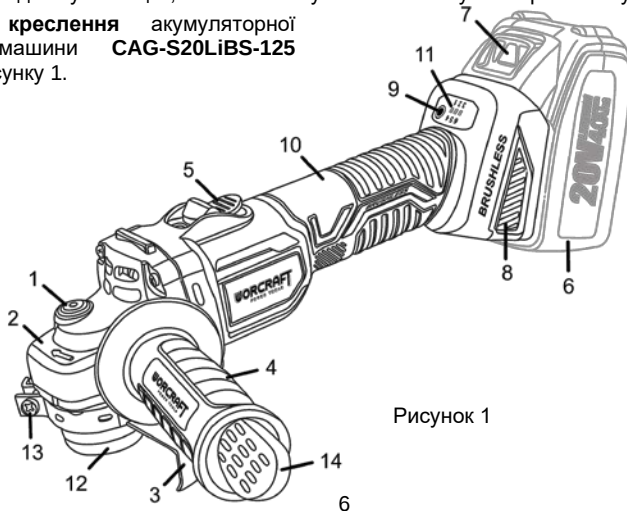
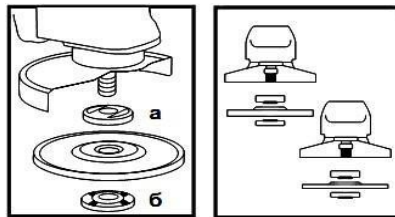

Рисунок 1
Рисунок 3
2.3.2 Увімкнення двигуна шліфмашини здійснюється натисканням перемикача (5, рисунок 1) з наступним його пересуванням у бік редуктора. Крутний момент від двигуна передається через одноступінчастий редуктор на шпindel інструмента. Для вимкнення слід пересунути перемикач в початкове положення.
2.3.4 Шліфмашини оснащена блоком вибору швидкісного режиму з індикацією (11, рисунок 1). Вибір одного з шести режимів здійснюється натисканням кнопки (9, рисунок 1).
2.3.5 Блокування шпинделя для встановлення або заміни абразивного диска здійснюється натисканням та утриманням у натиснутому положенні кнопки блокування (1, рисунок 1).
2.3.6 Фіксування абразивного диска здійснюється затягуванням затискної гайки (12, рисунок 1) з різьбою M14.
2.3.7 Регулювання та фіксація положення захисного кожуха (3, рисунок 1) здійснюється через послаблення/затягування гвинта (13, рисунок 1).
3.2.1 Міцно встановіть передню рукоятку (4, рисунок 1) у відповідний різьбовий отвір.
3.2.2 Встановіть захисний кожух (3, рисунок 1) у потрібне положення залежно від виду роботи та диска, що використовується.
Для цього натисніть на кнопку блокування шпинделя (1, рисунок 1) і проверніть диск до такого положення, при якому він заблокується. За допомогою фланцевого ключа з комплекту постачання (14, рисунок 1), відверніть і зніміть затискну гайку (б, рисунок 3). Встановіть абразивний диск на посадкове місце фланцевої шайби (а, рисунок 3), наживіть рукою затискну гайку на шпindel і затягніть її за допомогою фланцевого ключа з комплекту постачання.
Відпустіть кнопку блокування шпинделя та переконайтеся в тому, що вона вивільнена, шляхом дво- або триразового натискання. Проверніть диск і впевніться, що шпиндель розблокований. При встановленні диска з утопленням центром завжди розміщуйте його випуклою стороною до фланцевої шайби (дивіться рисунок 3).
4.2.2 Оберіть потрібну швидкість обертання шпинделя за світловим індикатором (11), натисканням кнопки вибору режимів (9, рисунок 1) з такими рекомендаціями: